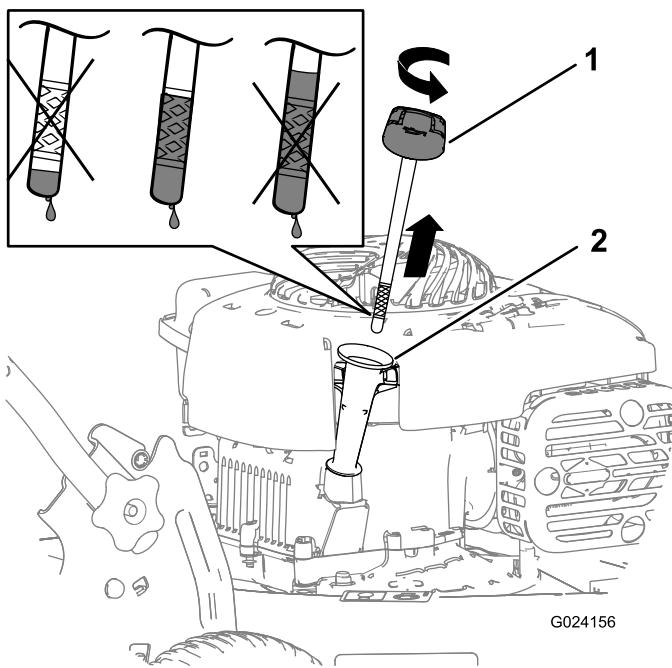

Figura 17
- Rimuovete l'asta e controllate il livello dell'olio sull'asta (Figura 17).